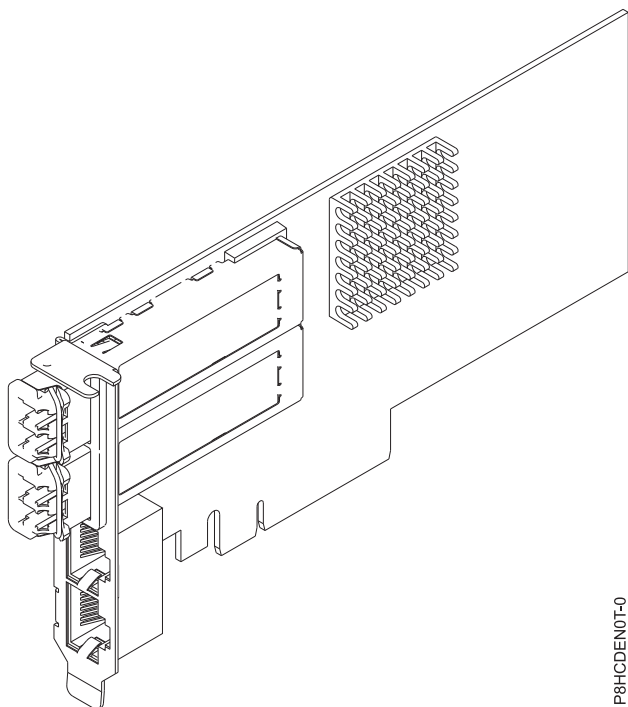

図 41. FC ENOT アダプター
この 4 ポート・アダプターは、2 個の 10 Gb スモール・フォーム・ファクター・プラグ可能 (SFP+) 光 SR トランシーバー・ポートと 2 個の 1 Gb RJ45 イーサネット・ポートを提供します。2 個の 10 Gb SR ポートは、リトル・コネクタ (LC) 二重タイプ・コネクタを備えています。光トランシーバーは、短波レーザー光学を使用し、LC コネクタ付きの MMF-850nm ファイバー・ケーブルで接続されます。光ケーブルについて詳しくは、121 ページの『ケーブル』を参照してください。各 10 Gb ポートは公称データ速度 10 Gbps (G ビット/秒) のイーサネット接続を提供します。120 ページの図 41 は、FC EN0T アダプターを示しています。